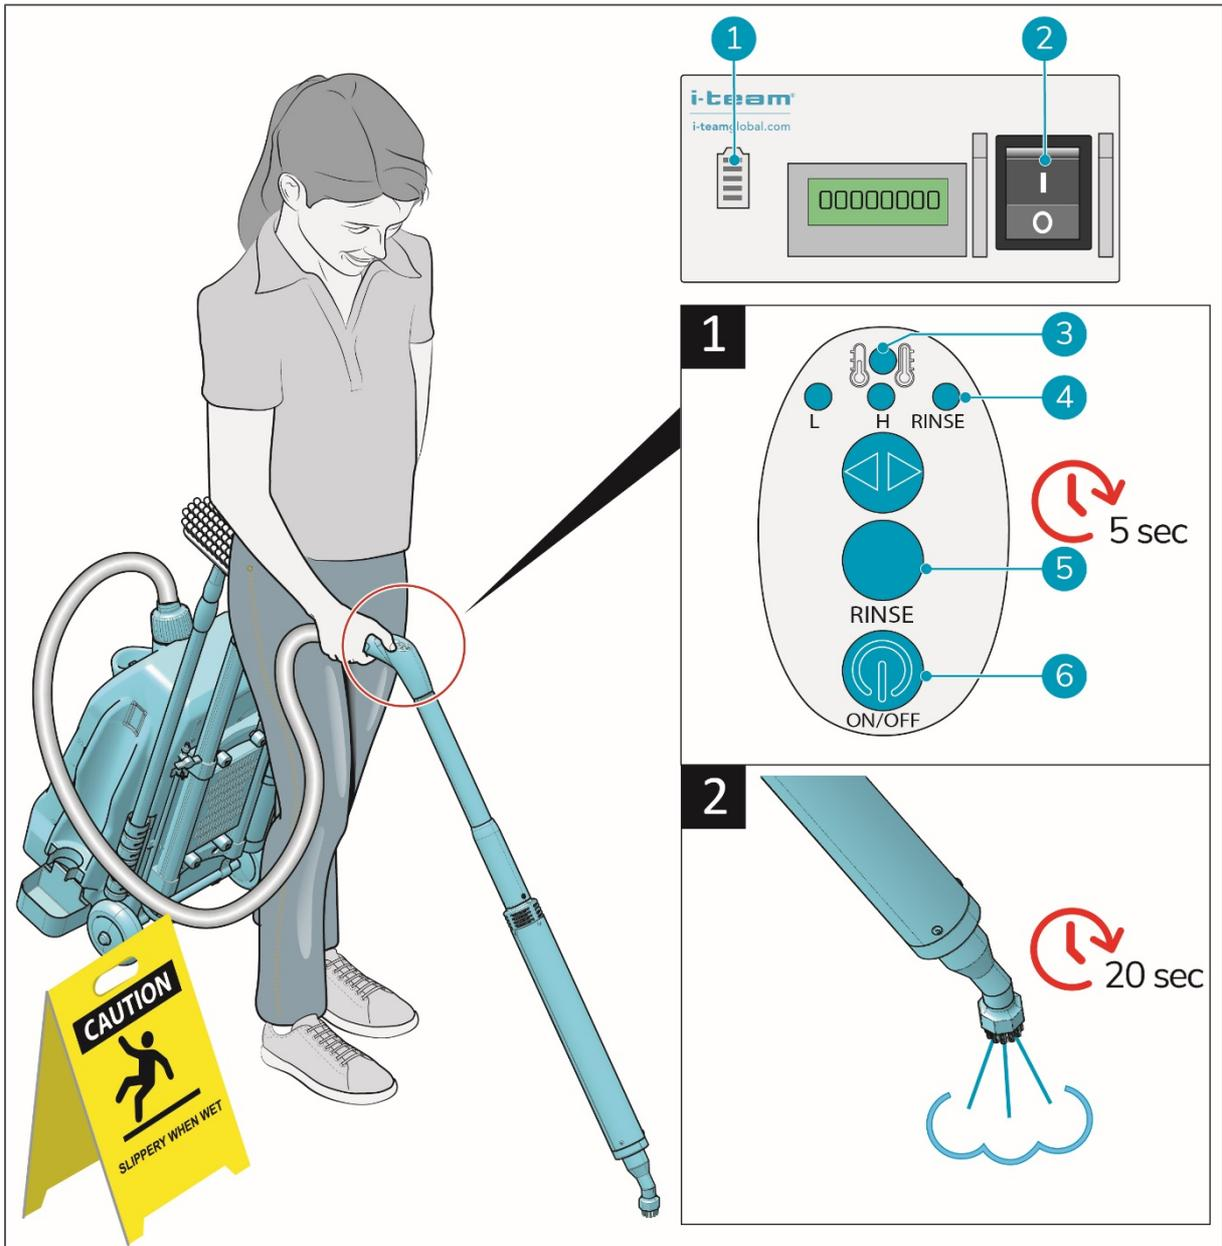

Abbildung 14
3. Schalten Sie den i-gum[®] mit dem Hauptschalter unten links am Gehäuse (Abb. 14, Pos. 2) ein.
4. Beobachten Sie die Betriebsanzeige (Abb. 14, Pos. 1).
6. Drücken Sie die ON/OFF-Taste (Abb. 14, Pos. 6) auf dem Bedienfeld am Griff.
7. Drücken Sie die RINSE-Taste (Abb. 14, Pos. 5).
9. Achten Sie auf die Spülanzeige (Abb. 14, Pos. 4).
10. Lassen Sie die RINSE-Taste (Abb. 14, Pos. 5) los, sobald die Spülanzeige leuchtet.
12. Achten Sie auf die Heizanzeige (Abb. 14, Pos. 3).